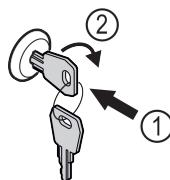

Fig. 181
- Ispauskite raktą. Fig. 181 (1)
- Pasukite raktą 90° pagal laikrodžio rodyklę. Fig. 181 (2)